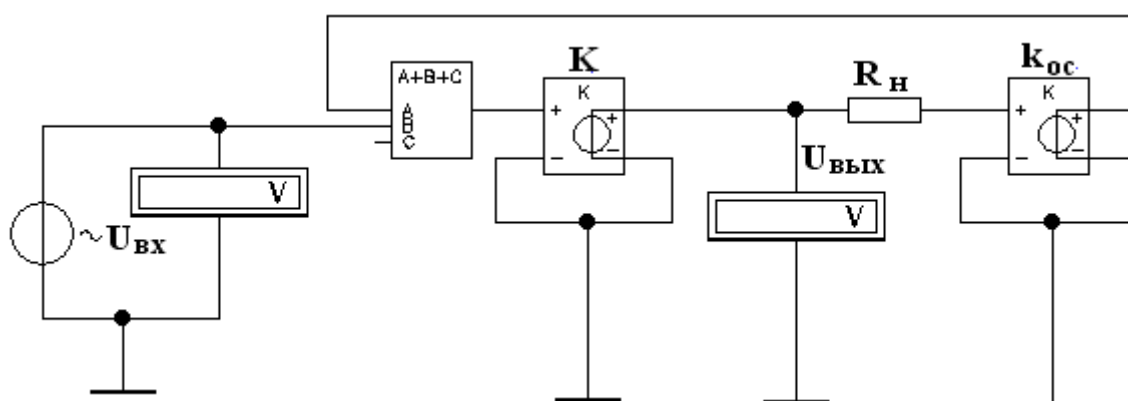

Рис.3.13. Схема усилителя с ОС, параллельной по току
2. Построить на экране схему (рис.3.13) с использованием моделирующей программы Electronics Workbench (или иной). Краткая справка по применению моделирующей программы представлена в задании 3.1;